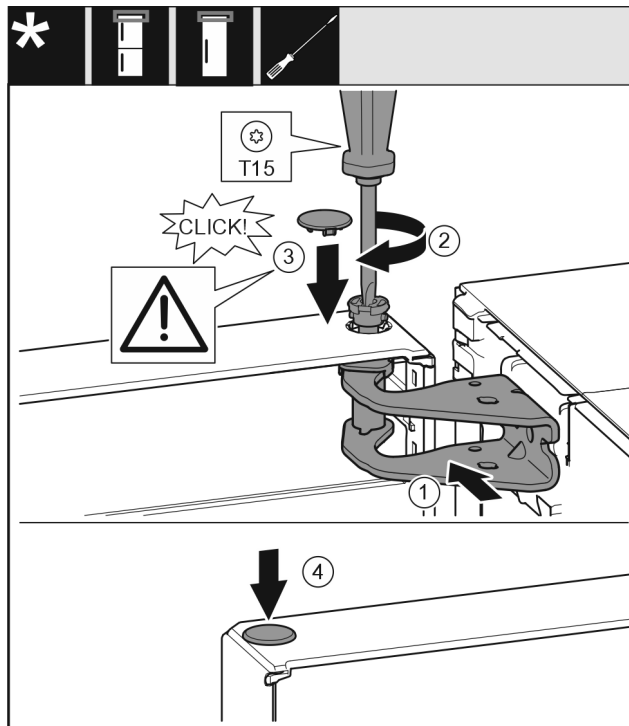

Fig. 58
- ▶ Dveře nahoře vyrovnejte s otvorem ve stojanu ložiska Fig. 58 (1).
- ▶ Vložte čep Fig. 58 (2) a pevně jej utáhněte šroubovákem.
- ▶ Nasadte kryt Fig. 58 (3).
- ▶ Zkontrolujte, zda kryt Fig. 58 (3) doléhá na dveře.
- ▶ Nasadte kryt Fig. 58 (4).